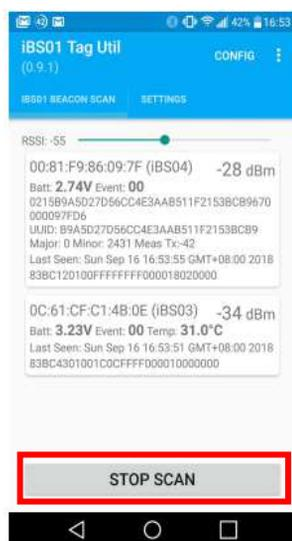

図1
- ①アプリを開き、図1の赤枠箇所の、[SCAN START]を押してください。
※図1は、SCAN STARTを押した後の状態となります。